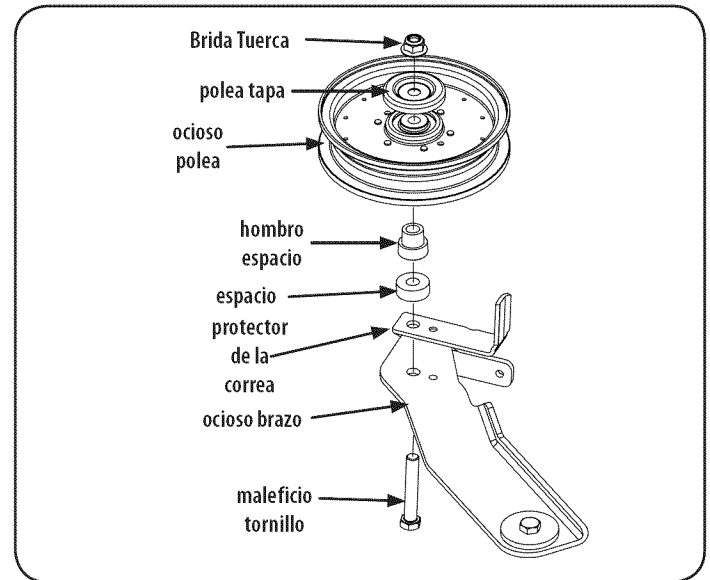

Figura 36
- Quite la polea loca y la protección de la correa móvil quitando los tornillos hexagonales, gorra polea y las tuercas de brida que les sujetan el brazo tensor. Ver Figura 36. No pierda el hardware al retirar el tornillo hexagonal, protector de la correa, la polea tapa y brida de la tuerca de seguridad.
- Coloque la correa alrededor de las poleas locas que quitó en el paso 3 con el lado "V" hacia adentro. Una vez en su lugar, vuelva a instalar todo el hardware y apriete la tuerca de seguridad con brida para fijar el conjunto. Ver Figura 36.
- Coloque la correa como se muestra en la Figura 36 y vuelva a instalar la cubierta (consulte Instalación de la plataforma).